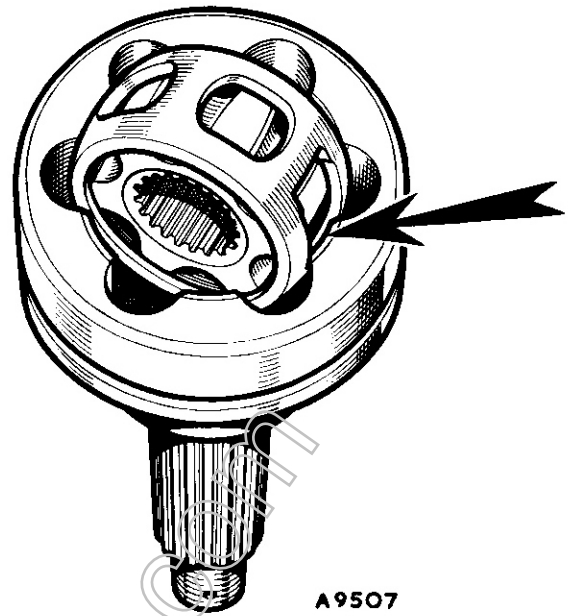
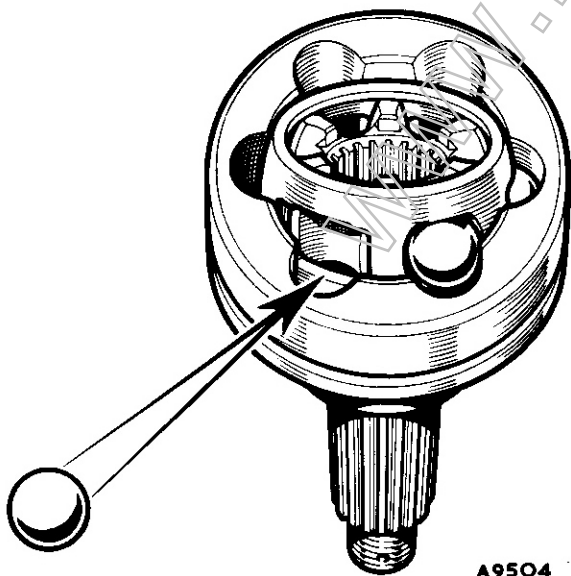

Fig. G.3
Fig. G.2
- (7) Dopo aver estratto l'albero, la pista interna può essere ruotata o inclinata liberamente all'interno del giunto. Per estrarre la prima sfera, inclinare la pista interna come è illustrato nella figura G.2. Se il giunto è appiccicoso per la presenza di grasso, si possono estrarre le sfere, una alla volta, utilizzando un attrezzo appuntito.
- (8) Ribaltare la gabbia delle sfere come illustrato nella figura G.3 e ruotarla attorno all'asse orizzontale sino ad allineare due delle sue feritoie opposte con due risalti del corpo del giunto. Spingendo uno dei risalti all'interno della feritoia sarà possibile estrarre il complessivo gabbia e pista interna.
- (18) Introdurre l'assieme nel corpo del giunto facendo coincidere una delle feritoie della gabbia con un risalto del corpo (Ved. Fig. G.3). I tre elementi possono essere ora ruotati liberamente l'uno rispetto all'altro.
- (19) Orientare la gabbia e la piastra interna verso le loro posizioni originarie, facendo coincidere i contrassegni apposti al momento della scomposizione.
- (20) Mantenendo i tre elementi in questa precisa posizione, ribaltare la gabbia tanto quanto basta a poter introdurre la prima sfera in una feritoia. Ripetere la suddetta operazione per le rimanenti sfere (Ved. la Fig. G.2).
- (21) Assicurarci che, con la gabbia in sede, la piastra interna sia libera di muoversi liberamente. Fare attenzione, durante questa verifica, a non lasciar uscire le sfere.
- (22) Prima di rimontare il giunto sul semialbero riempirlo di tutto il grasso Duckham M-B rimasto nell'assortimento.
- (23) Sostituire, se necessario, il parapolvere e stendere un velo di grasso Duckham M-B sulla sua superficie interna. Procedere con la massima cura ed attenzione quando si fa passare il parapolvere sull'anello di ritegno situato sul semialbero.